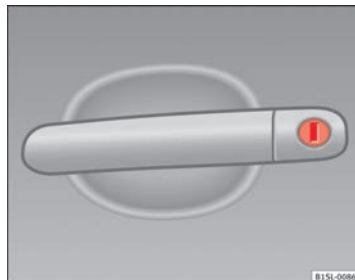

Fig. 134 Manípulo da porta do condutor com canhão de fechadura.
- Introduzir o palhetão no canhão da fechadura e destrancar ou trancar o veículo ⇒ Fig. 134.